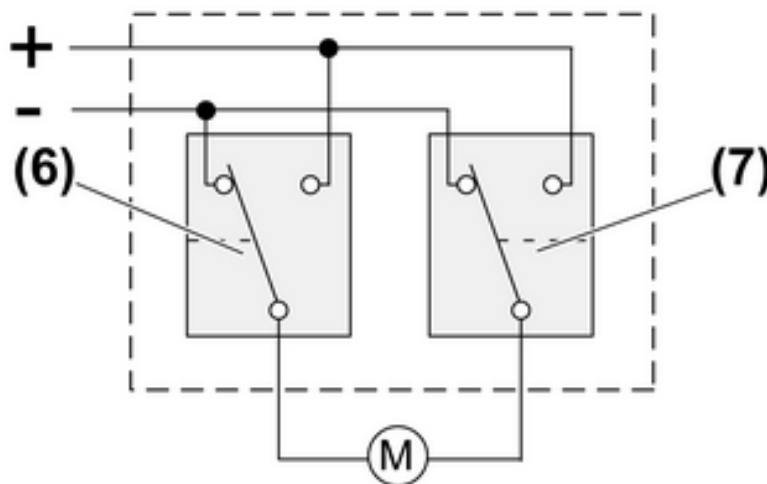

Bild 2: Ansteuerung Jalousiemotor
- Durch Umpolen der Motorausgänge wird die Drehrichtung des Jalousiemotors bestimmt "Polwende-Prinzip" (Bild 2)